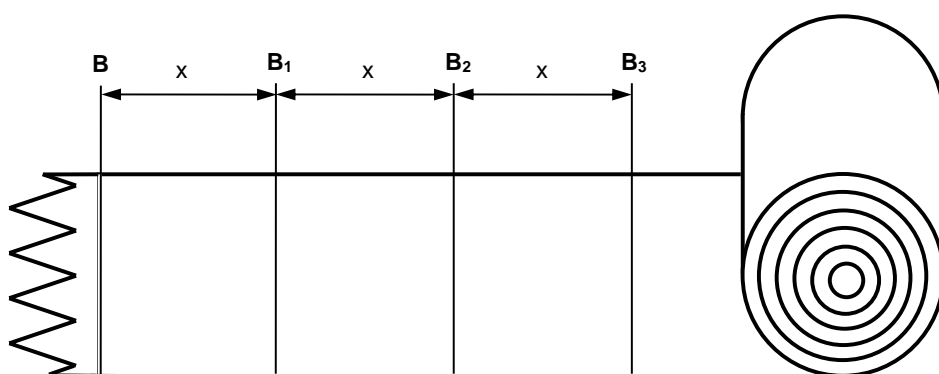

Figura 2: Corte continuo y en serie
- ❑ Desde la última operación de corte, la marca B es visible. Esta marca se utiliza como referencia para el procedimiento de medida y corte que sigue, según se detalla en 4.2 (véase figura 2).
- ❑ Si se van a cortar bandas o correas en serie, pueden marcarse las longitudes antes de realizar la operación de corte, como se muestra en la figura 2.